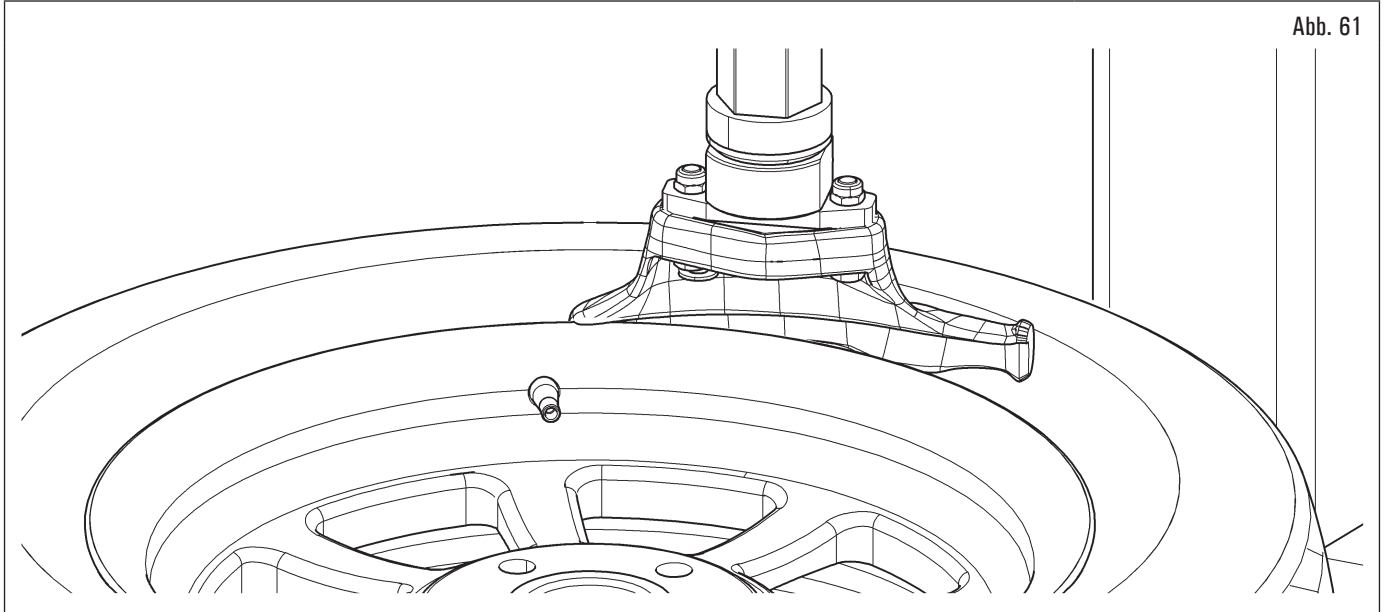

Abb. 61
2. drehen Sie die Spindel, um das Ventil unmittelbar links vom Werkzeugkopf auf „11 Uhr“ zu bringen (Abb. 61);